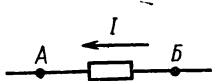

Рис. 2.7
2. Если между точками A и B электрической цепи (рис. 2.7) включен резистор, а один из потенциалов φ_A известен, то потенциал другой точки определяется по формуле